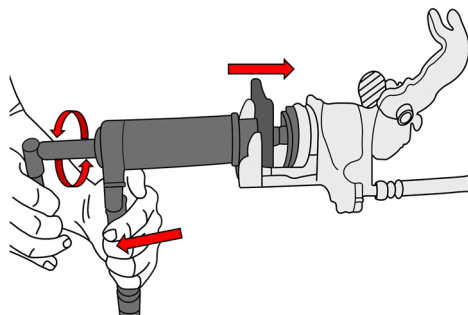

Abb.2
6. Drücken Sie vorsichtig den Auslöser, um das Werkzeug am Bremssattel zu fixieren (Abb. 2).